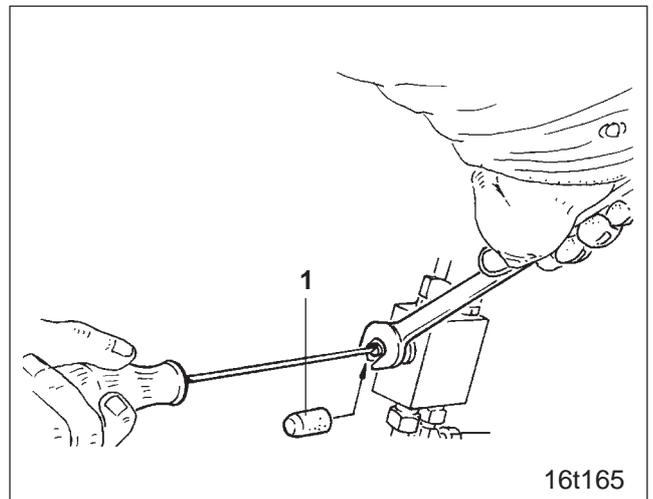
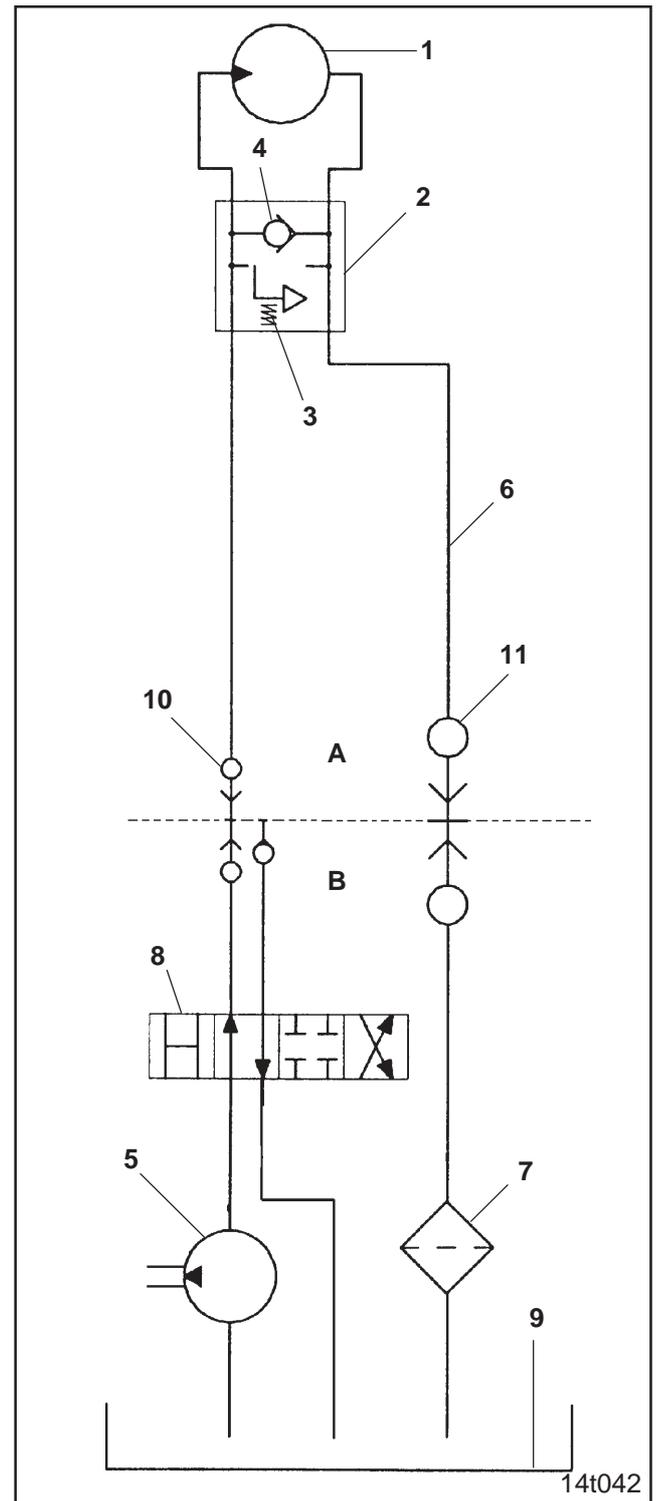

Fig. 12.2
Fig. 12.5
Stellen Sie die Gebläsedrehzahl am Druckbegrenzungsventil (Fig. 12.2 bzw. Fig. 12.5/3) oder am Stromregelventil des Schleppers (siehe unten) ein.
Zum Einstellen der Gebläsedrehzahl am Druckbegrenzungsventil (Fig. 12.2 bzw. Fig. 12.5/3):
- Schutzkappe (Fig. 12.2/1) entfernen
Nach erfolgter Einstellung, Ventil mit Kontermutter sichern und Schutzkappe (Fig. 12.2/1) aufstecken.
Bei Schleppern mit regelbarer Hydraulikpumpe (Fig. 12.5/5) ist die erforderliche Ölmenge am Stromregelventil des Schleppers einzustellen und das Druckbegrenzungsventil (Fig. 12.5/3) ist so einzustellen, dass die Ölfördermenge möglichst gering ist. Größere Ölfördermengen als unbedingt erforderlich, werden vom Druckbegrenzungsventil zurück in den Öltank geleitet und erwärmen das Hydrauliköl unnötig.
Druckseitig kann der Gebläsehydraulikmotor (Fig. 12.5/1) an ein einfach- oder an ein doppeltwirkendes Steuerventil (Fig. 12.5/8) angeschlossen werden.
Damit der Gebläsehydraulikmotor nicht beschädigt wird, darf der Öldruck im Rücklauf (Fig. 12.5/6) 10 bar nicht überschreiten. Rücklauf deshalb nicht am Steuerventil (Fig. 12.5/8) anschließen, sondern an einem drucklosen Rücklauf mit großer Steckkupplung (Fig. 12.5/11)! Sollte es erforderlich sein, eine neue Rücklaufleitung zu installieren, nur Rohre DN16, z.B. Ø20 x 2,0 mm verwenden und kurze Rücklaufwege wählen.
Das Hydrauliköl muss an einer beliebigen Stelle durch einen Ölfiter (Fig. 12.5/7) geleitet werden.
Das zurücklaufende Hydrauliköl darf nicht durch Steuerventile geleitet werden, da der Öldruck dadurch den zulässigen Maximaldruck von 10 bar übersteigt. Das Rückschlagventil (Fig. 12.5/4) ermöglicht das Nachlaufen des Gebläses, sobald das Steuerventil (Fig. 12.5/8) geschlossen wird.
Das Hydrauliköl darf sich nicht zu stark erwärmen. Große Ölfördermengen in Verbindung mit kleinen Öltanks fördern die schnelle Erwärmung des Hydrauliköles. Das Fassungsvermögen des Öltanks (Fig. 12.5/9) sollte mindestens die doppelte Ölfördermenge beinhalten. Bei zu starker Erwärmung wird der Einbau eines Ölkühlers im Schlepper durch eine Fachwerkstatt erforderlich.
Schmutzpartikel können den Gebläsehydraulikmotor (Fig. 12.5/1) und das Druckbegrenzungsventil (Fig. 12.5/3) beschädigen. Deshalb müssen die Kupplungsteile beim Anschließen des Gebläsehydraulikmotors an die Schlepperhydraulik sauber sein, um Verunreinigungen des Hydrauliköles durch Schmutzpartikel zu vermeiden.